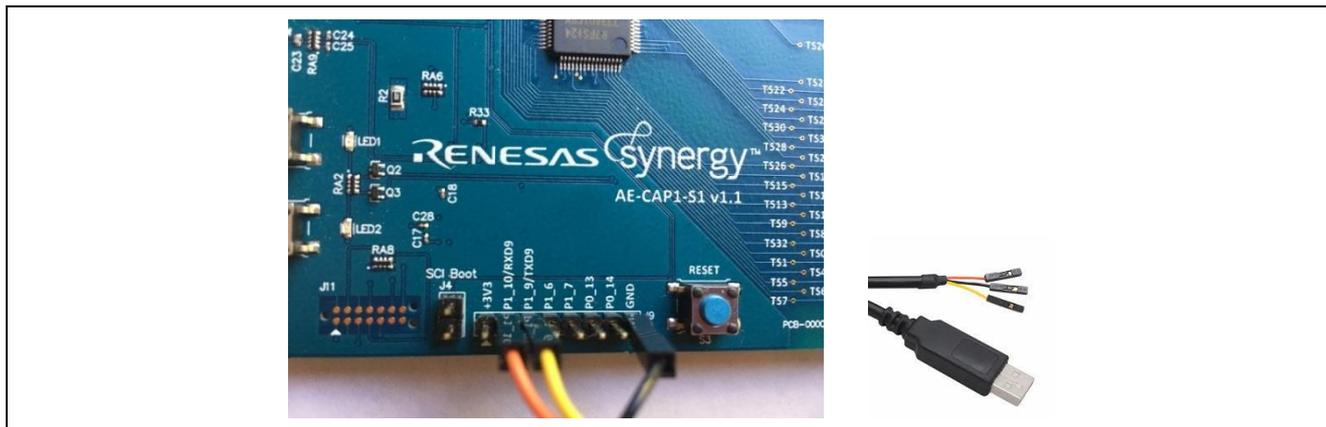

図 25 直列接続
4. 図 25 のように、AE-CAP1-S124 J9 を Serial-to-USB 変換ケーブルを介して PC に接続します。**Serial-to-USB 変換ケーブルはキットに含まれていません。**